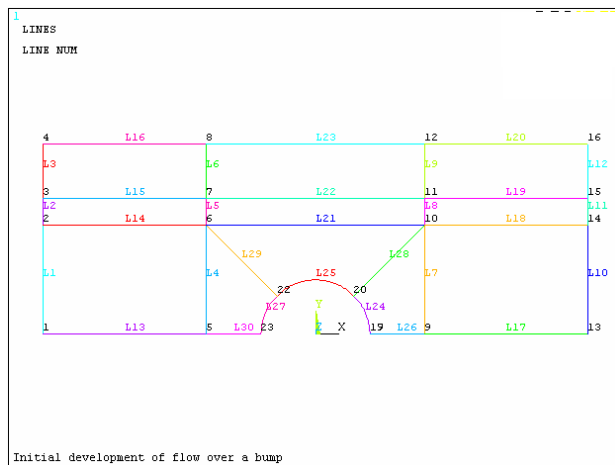

图 7-11 生成的线段模型
③1 依次选择 Utility Menu→PlotCtrls→Style→Colors→Reverse Video，ANSYS 显示窗口将变成白色。依次选择 Utility Menu→Plot→Lines，窗口将显示所生成的线段模型，生成的线段模型如图 7-11 所示。
③2 依次选择 Main Menu→Preprocessor→Modeling→Create→Areas→Arbitrary→By Lines，会弹出“Create Area by Lines”选择对话框，用鼠标依次选择线段 L1、L13、L4、L14。
③3 单击“Apply”按钮，会再次弹出“Create Area by Lines”选择对话框，用鼠标依次单击以下 10 组线段：